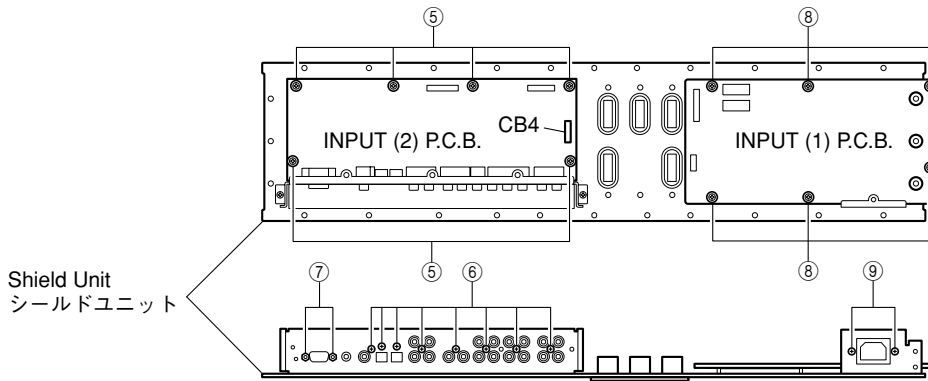

Fig. 4
**3. Removal of INPUT (1), (2) P.C.B.**
- a. Remove 6 screws (⑤), 8 screws (⑥) and 2 jack screws (⑦). (Fig. 4)
- b. Remove CB4. (Fig. 4)
- c. Remove the INPUT (2) P.C.B..
- d. Remove 6 screws (⑧) and 2 screws (⑨). (Fig. 4)
- e. Remove the INPUT (1) P.C.B..
- a. ⑤のネジ6本、⑥のネジ8本、⑦のジャックスクリュー2本を外します。(Fig. 4)
- b. コネクター CB4を外します。(Fig. 4)
- d. ⑧のネジ6本、⑨のネジ2本を外します。(Fig. 4)